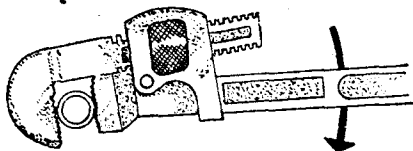

图 1-15 管子扳手的运用
(6) 使用管子扳手时, 应使扳手口咬紧工作物后, 再用力拉 (如图1-15), 否则会滑脱。